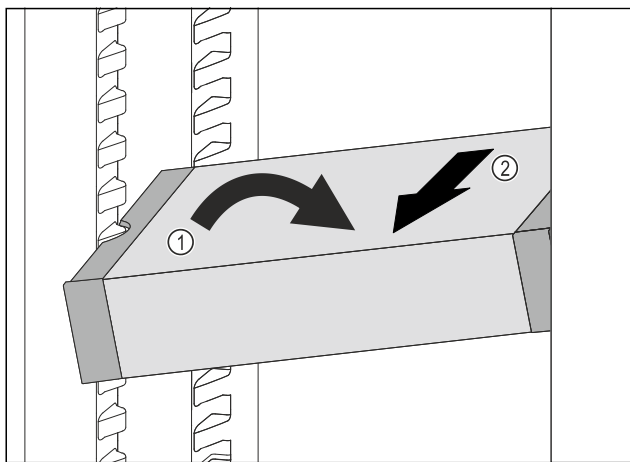

Fig. 127
- ▶ 在冷藏区中倾斜 VarioSafe。 Fig. 127 (1)
- ▶ 向前取出 VarioSafe。 Fig. 127 (2)